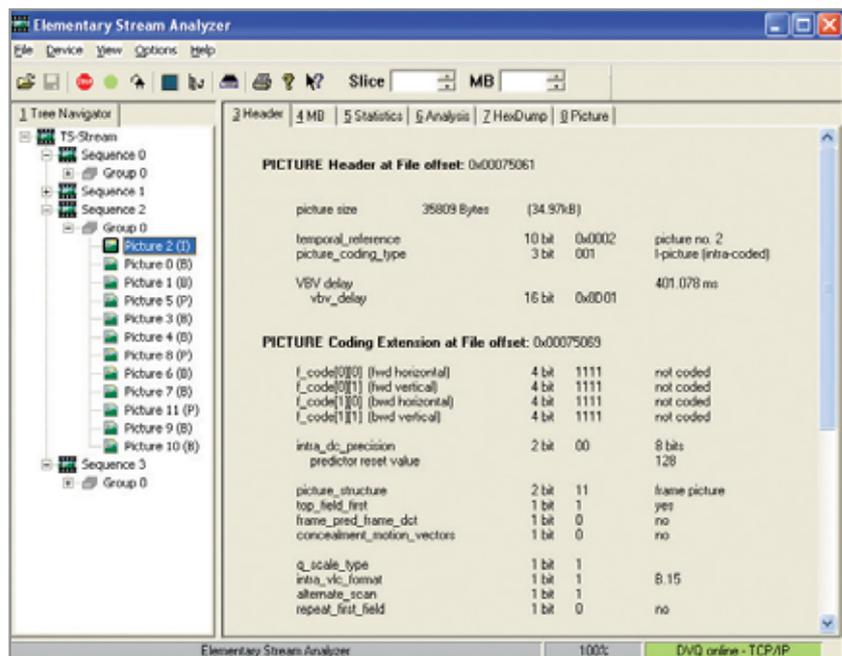

Bild 2: Übersichtliche Darstellung der Header-Informationen mit dem Elementary Stream Analyzer, hier am Beispiel des Picture Headers gezeigt
- ◆ Picture (wie in Bild 2 gezeigt)